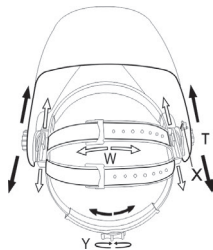

рис. 1
1. Длину окружности оголовья можно увеличить или уменьшить, вращая ручку с нажатием на затылочной части оголовья (см. «Y» на рис. 1). Данная процедура выполняется при надежной сварочной маске и позволяет получить натяжение, необходимое для надежной фиксации сварочной маски на голове.
2. Если наголовник сидит на голове слишком высоко или слишком низко, отрегулируйте ремень, который проходит через макушку. Для этого ослабьте конец ремня, выдавив стопорный штифт из отверстия на ремне. Переместите две части ремня относительно друг друга требуемую длину и вставьте стопорный штифт обратно (см. «W» на рис. 1).
1. Ослабьте гайки-фиксаторы (см. «Т» на рис. 1) и двигайте маску к или от вашего лица. Убедитесь, что расстояние между обоими глазами и светофильтром одинаковое, чтобы избежать неравномерного затемнения светофильтра.